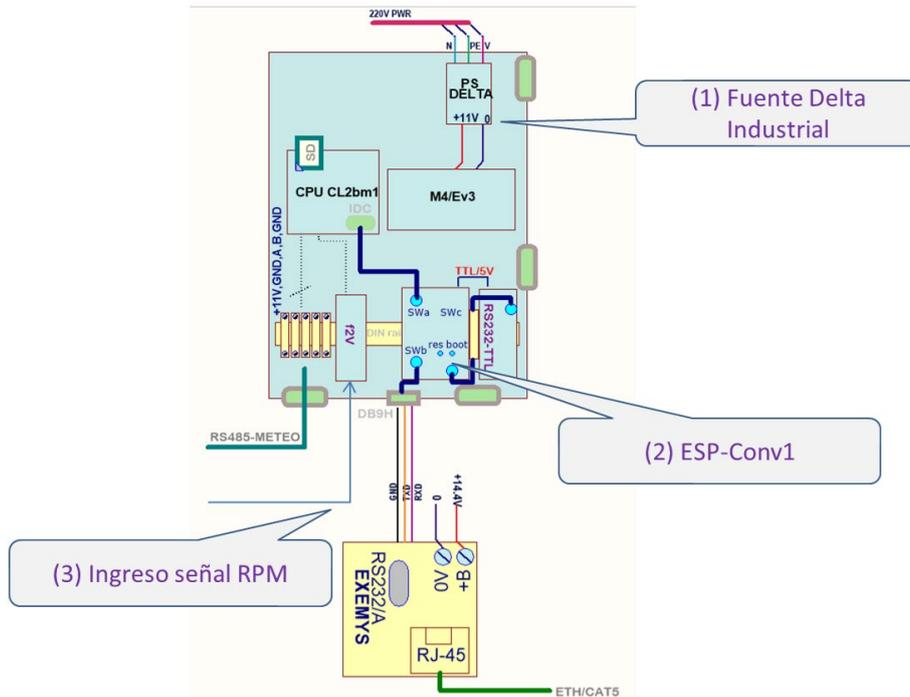

Figura 5 – Inserción del ESP-Conv1 y demás elementos en el gabinete PWRC2 v10a
**3.2 Inserción del ESP-Conv1 en los PWRC2:** El módulo ESP-Conv1 se inserta en el riel DIN inferior de los PWRC2 al lado del convertidor RS232/RS485 preexistente, el cual es utilizado ahora para realizar la vinculación con el módulo WiFi interno. En la Figura 5 se observa esta distribución, junto con la de los otros elementos agregados en la revisión PWRC2 v10a.